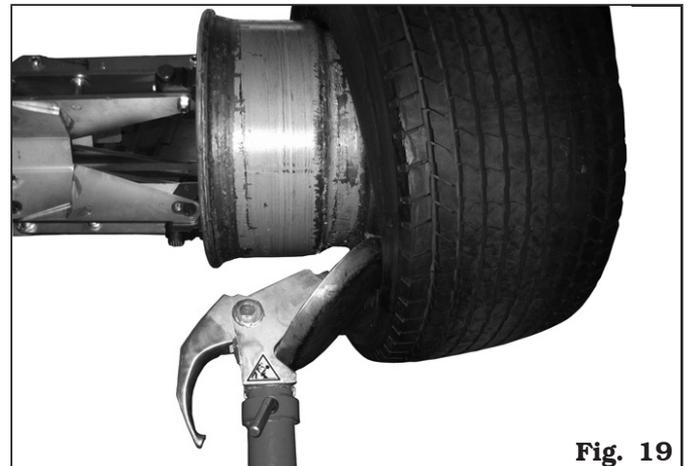

Fig. 19
A. Si la roue ne présente pas de difficultés particulières en continuant l'opération de décollage des talons, il est possible de faire sortir complètement les talons de la jante. Le talon interne, poussé par le disque, appuie sur le talon externe jusqu'à obtenir le démontage complet (voir **Figure 19**).